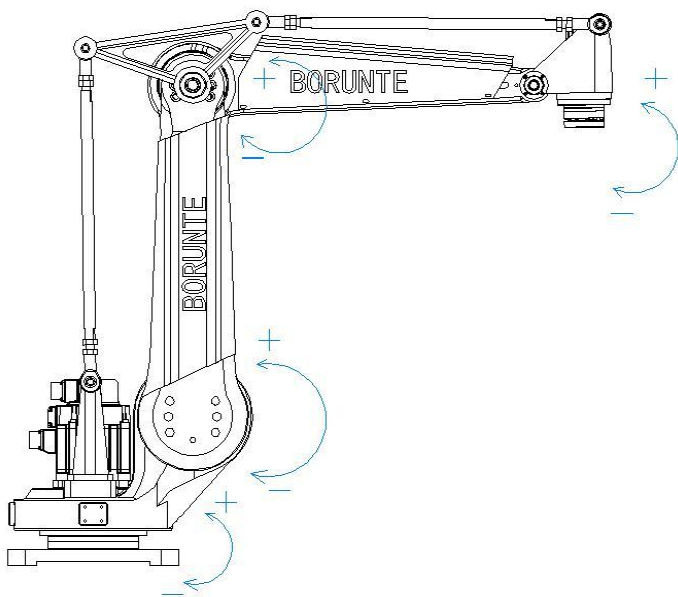

图 2-1 机器人机械系统组成图（四轴）
1) 四轴机器人机械系统是指四轴机械本体的组成，机械本体由第一轴本体部分、第二轴本体部分、第三轴本体部分、第四轴本体部分，共有 4 个马达可以驱动 4 个关节运动并实现不同的运动方式。图 2.1 标示了四轴机器人各个组成部分及各运动关节的规定。